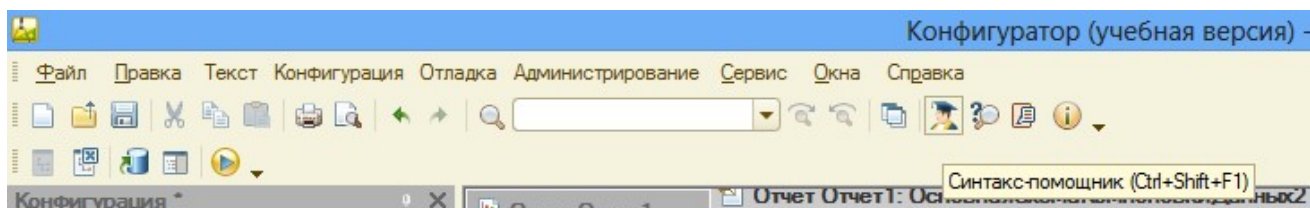

Рисунок 49 Панель инструментов
17. На панели инструментов Конфигуратора нажмите кнопку «Синтаксис-помощник» (рис. 49). Изучите справку по оператору «Если»: